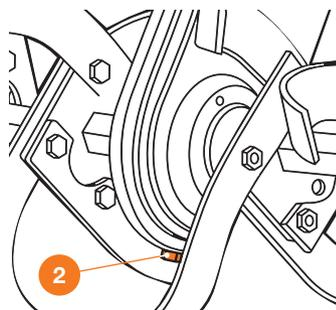

Рис. 27
- Выверните болт ❷ сливного отверстия редуктора (Рис. 27).
- Закрутите болт ❷ (Рис. 27) и залейте новое масло **SAE 80W-90** или **SAE 85W-90** в маслозаправочное отверстие до нижнего края.
- Установите на место пробку ❶ и надежно зафиксируйте её.